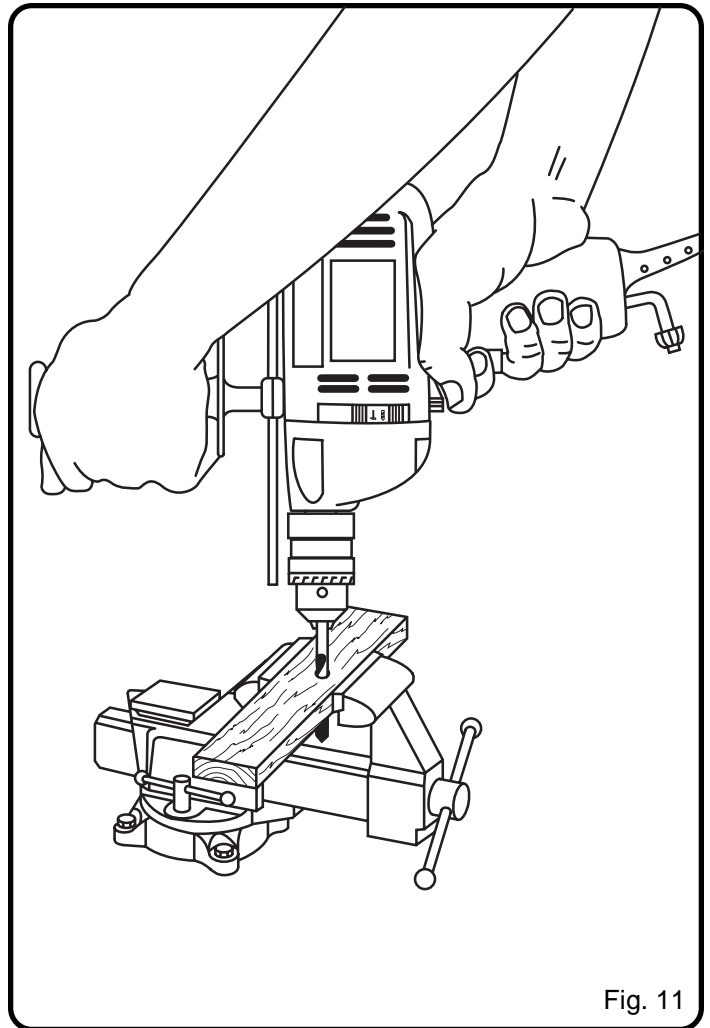

Fig. 11
Voir figure 11.
7. Avancez le foret dans la pièce en exerçant seulement la pression nécessaire pour que le foret coupe. Ne forcez pas votre perceuse et n'exercez pas de pression latérale pour allonger un trou. Laissez votre perceuse et le foret faire le travail. Voir figure 11.